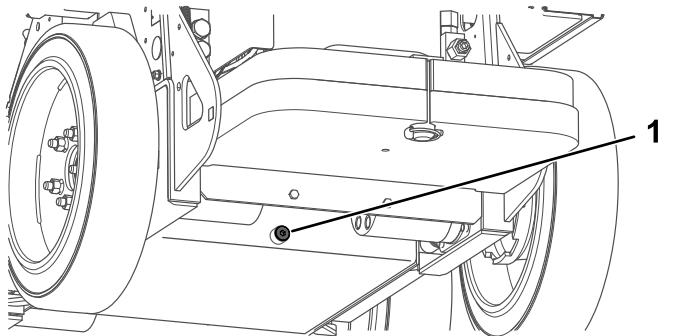

Figura 37
5. Togliete il tappo di spurgo da sotto il serbatoio idraulico e lasciate defluire completamente il fluido (Figura 37).